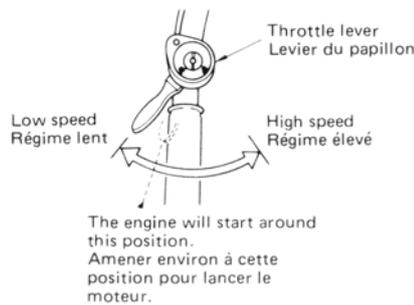

Fig. 8
- 4) Turn the throttle lever slightly towards the "High" side. (Fig. 8)
- 4) Déplacer légèrement le levier du papillon vers le côté "High" (élevé). (Fig. 8)